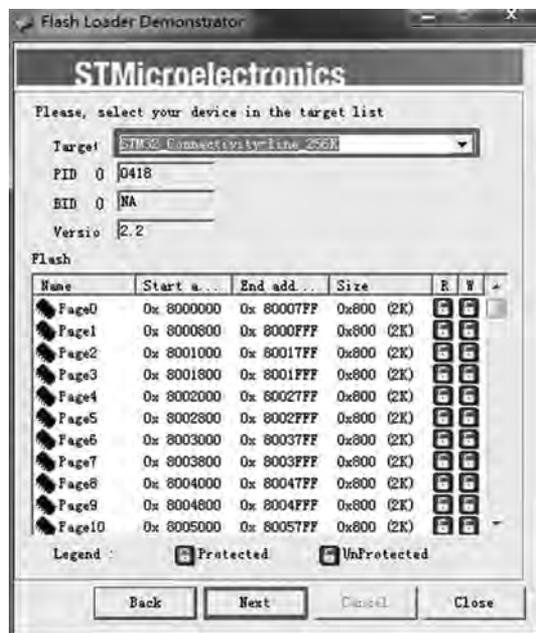

图 3-59 设备选择界面
(4) 如果连接成功,则在如图 3-58 所示的连接成功界面中单击 Next 按钮,会出现如图 3-59 所示的设备选择界面,在设备选择界面的 Target 后面选择 STM32_Connectivity-line_256K,并单击 Next 按钮。